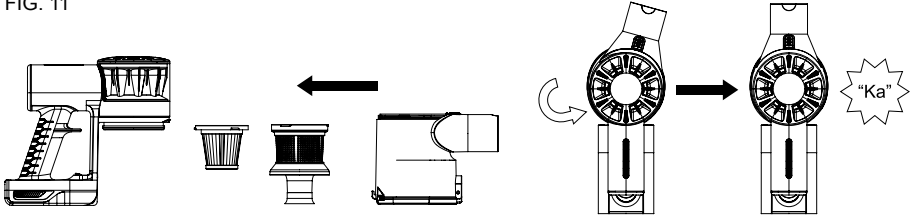

FIG. 12
1. Obróć dolną śrubę szczotki do pozycji odblokowanej (Rys.12)